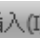

图 6.14.5 基准面 1
Step4. 创建如图 6.14.5 所示的基准面 1。选择下拉菜单 **插入(I)**  **参考几何体(G)**   **基准面(F)...** 命令，系统弹出“基准面”对话框；选取上视基准面作为参考实体；在  文本框中输入数值 80.00；单击该对话框中的  按钮，完成基准面 1 的创建。